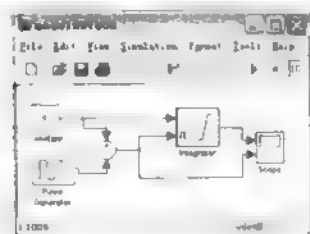
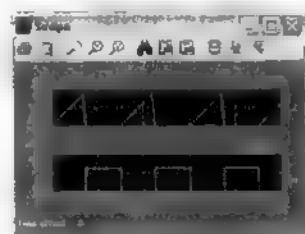

图 9.9 利用水平信号进行复位积分操作模型
图 9.10 结果图
- (1) 构造 Simulink 模型如图 9.9 所示, 保存文件为 model09to05.mdl。
- (2) 运行仿真, 在 Simulink 窗口中选择 Simulation | Start 命令, 进行系统仿真。
- (3) 查看结果, 如图 9.10 所示。